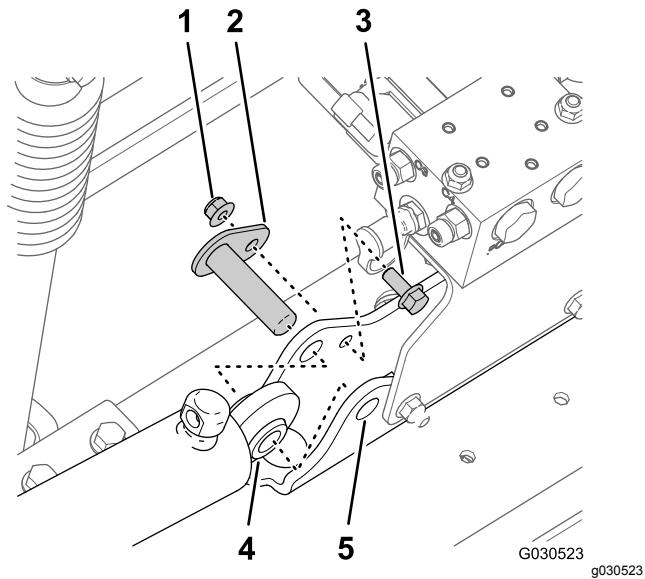

Рисунок 39
3. Удалите фланцевую контргайку (5/16 дюйма) и болт с фланцевой головкой (5/16 x 3/4 дюйма), которые крепят ось поворота к креплению цилиндра (Рисунок 39).
4. Снимите ось поворота и подъемный цилиндр с машины (Рисунок 39).